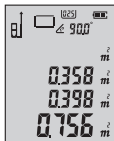

图3
3. 短按 **☒ UNIT** 键，得到两次面积求和的结果，结果如图3所示。